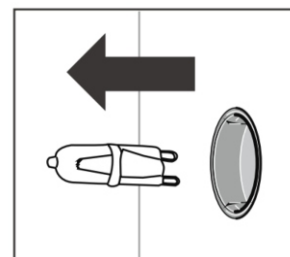

Рисунок 4
3. Снимите лампочку и замените ее на такую же (рис. 4).